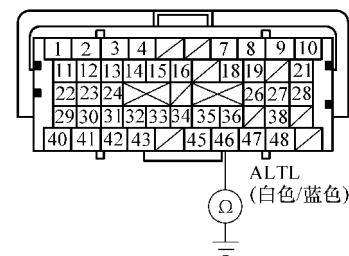

图 3-27 测试 PCM B46 和车身搭铁之间的导通性
- 7) 将点火开关转至 LOCK (0) 位置。
- 11) 将 SCS 线路跳接至 HDS, 然后将点火开关转至 LOCK (0) 位置。
- 13) 如图 3-27 所示, 检查 PCM 插接器端子 B46 和车身搭铁之间是否导通。